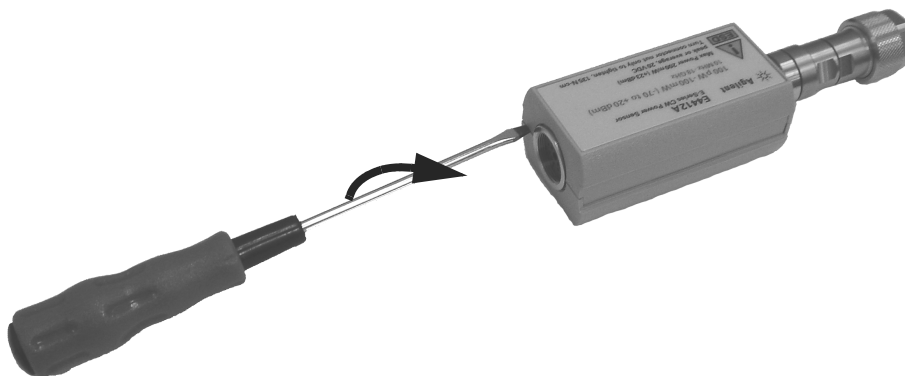

Figura 5 Quite la cubierta del sensor de potencia
- 1 En la parte posterior del sensor de potencia, inserte la hoja de un destornillador entre las cubiertas de plástico (Figura 5). Para evitar daños a las cubiertas de plástico utilice una hoja de destornillador tan amplia como la ranura entre las dos cubiertas.
- 1 Reemplace los protectores magnéticos y las cubiertas de plástico como se muestra en la Figura 5. Encaje nuevamente las cubiertas de plástico.